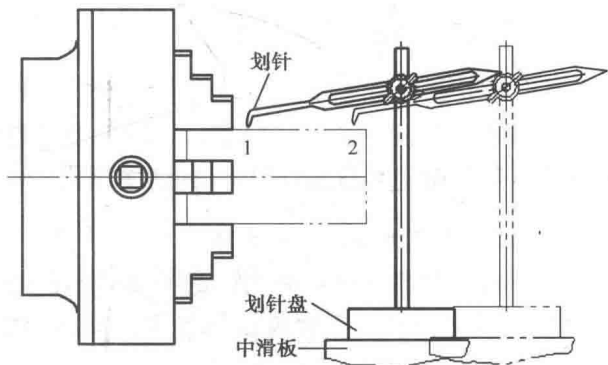

图 1.1.8 四爪卡盘上找正工件
(1) 工件装夹：以毛坯 $\phi 50 \times 100$  mm 材料来装夹，先调整四个卡爪，使两两对应的距离略大于 50 mm，把工件置于卡爪里，伸出长度约 80 mm，分别对称逐一轻微夹紧。
(2) 用划针盘找正：按图 1.1.8 所示方法，把划针盘放置在中滑板上，移动大拖板使划针靠近卡爪如图中位置 1，调整划针尖靠近工件上表面。手动缓慢转动卡盘，每当转到划针尖与卡爪对称中线对正时，注视工件上表面与划针尖的距离，与对面的卡爪比较，划针尖距离工件表面较远的那个爪稍微放松，而把对面的爪夹紧，如此对称地调整卡爪，使四个卡爪相对划针的位置与上工件表面的距离接近一致时为止；接着移动大拖板使划针移至如图中位置 2，比